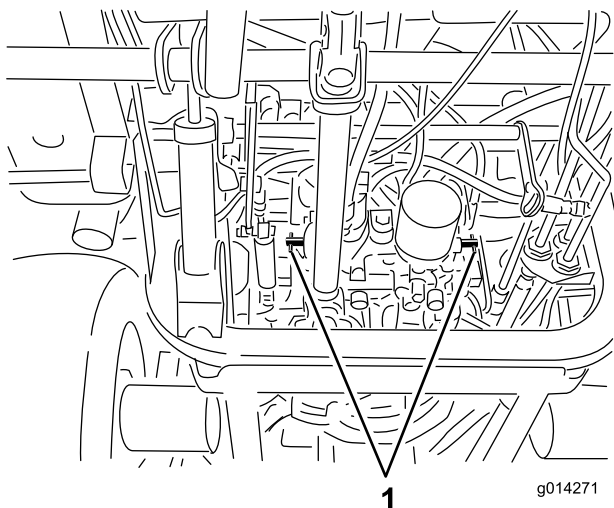

図 28
4. 各バイパス・バルブを左回りに1回転させる (図 28)。
各バイパス・バルブを右回りに1回転させ、手で普通に締めてください (締め付けトルクで約 8 N・m (0.8 kg・m)) (図 28)。